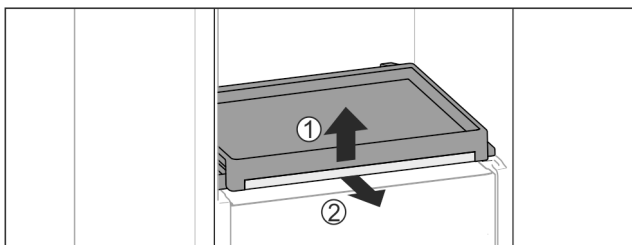

Fig. 132
- ▶ Odstranite izvlečno polico s stekleno ploščo: Stekleno ploščo spredaj rahlo dvignite Fig. 132 (1) in jo izvlecite naprej Fig. 132 (2).